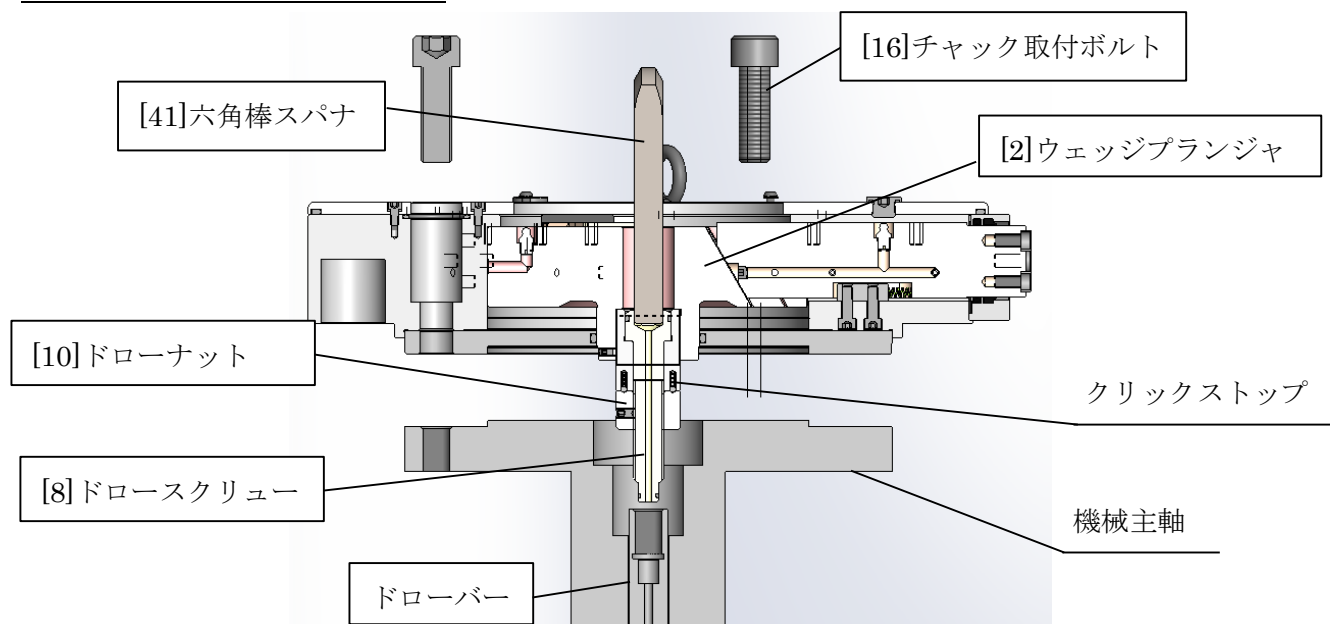
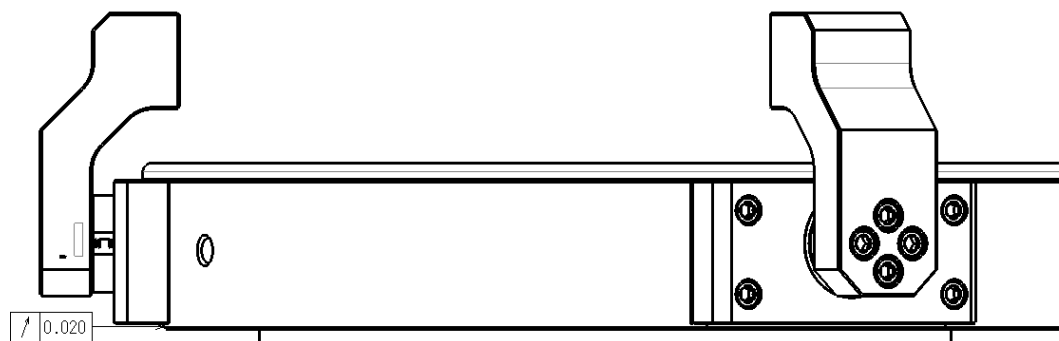

図 16 チャック取付時(断面図)
図 17 チャック取付時の振れ
- ・Oリングが切れないようゆっくり連結してください。ドロースクリュー[8]をねじ込む時、少しずつチャックを下ろしながら作業を行ってください。(図 16 参照)
⑤チャックをスピンドル取付面に合わせて取り付けます。
- チャック径振れ 0.020mm 以下にしてください。(図 17 参照)